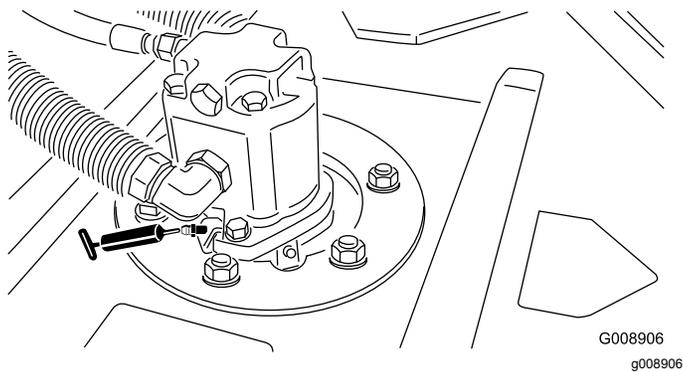

Figura 45
- 2 (per apparato di taglio) cuscinetti dell'asse del fusello dell'apparato di taglio (Figura 45)